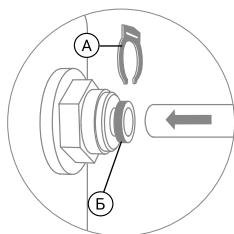

Рис. 10
- Отсоедините стопорную клипсу (А), затем вставьте до упора в фитинг пластиковую трубку, продев ее через цанговое кольцо (Б) (рис. 10). Для герметизации соединения приложите дополнительное усилие, при этом трубка утопится еще примерно на 3 мм и будет плотно обжата резиновым кольцом.